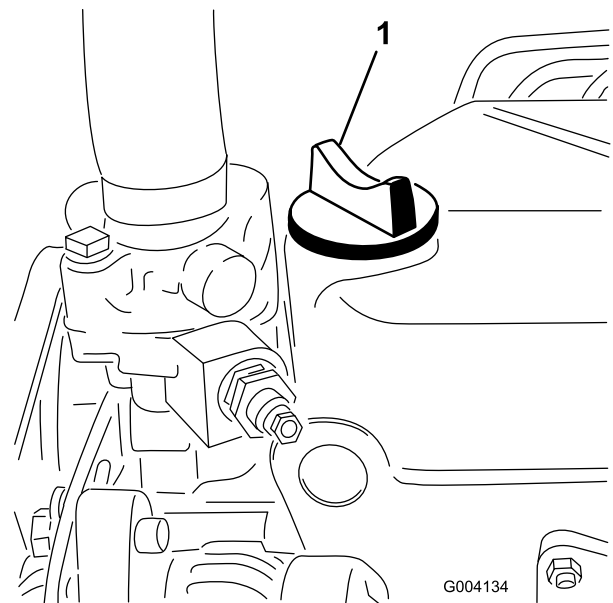

図 33
5. オイルの量が不足している場合は、補給キャップ（図 33）を取り、Full 位置までオイルを補給する。